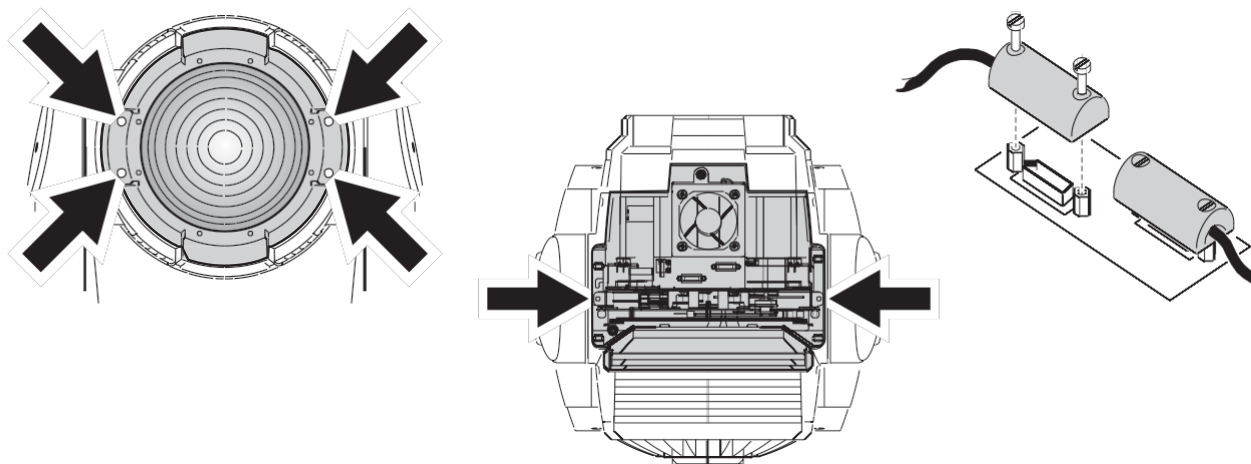

Рисунок 12. Снятие модуля эффектов
1. Удалите четыре стопорных винта с кольца передней линзы (см. рисунок 12) и снимите переднюю линзу.